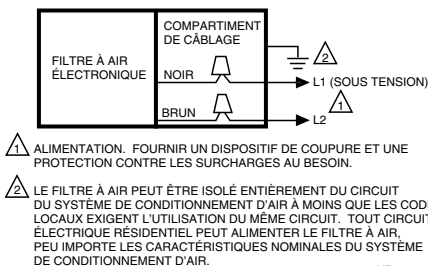

Fig. 11. Connexion des conducteurs du F58F.
8. Raccorder le filtre à air directement au fil tension secteur à l'aide des capuchons. Voir Fig. 11.